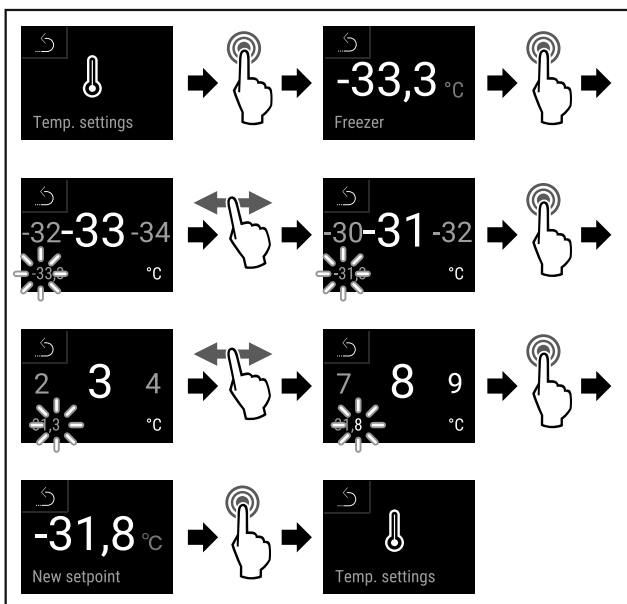

Fig. 91
- ▶ Провести етапи операцій (див. Fig. 91) .